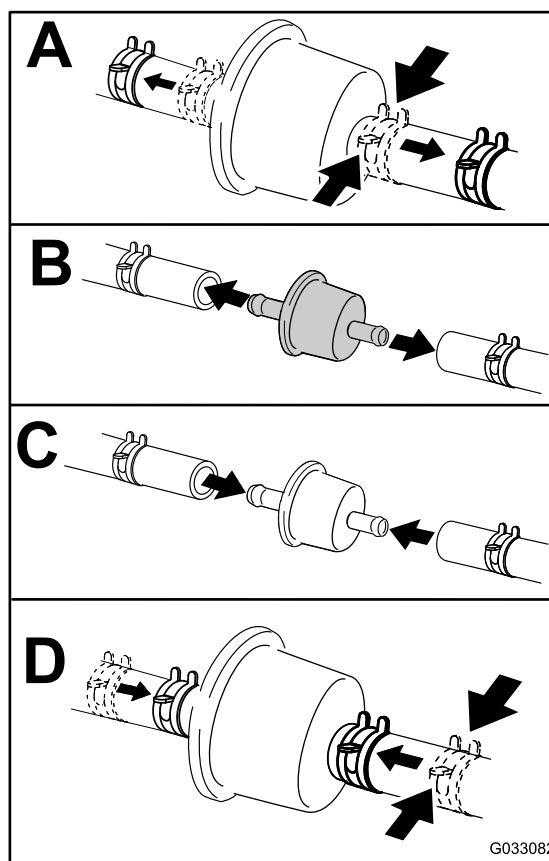

Figura 53
4. Înlocuiți filtrul de combustibil (**Figura 53**).